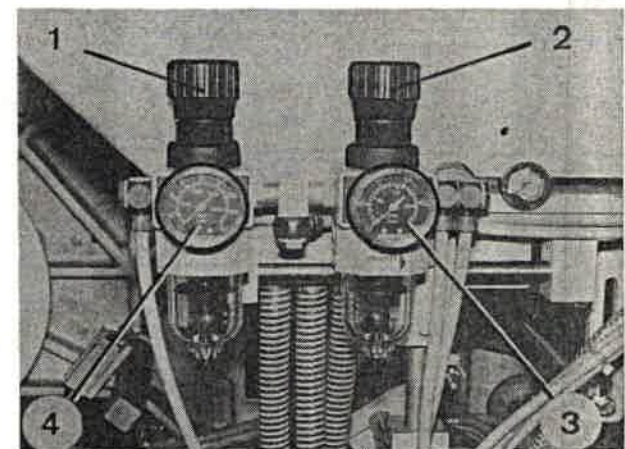

Bild 20
3. Nachdem die Druckluftleitung unter Druck gesetzt ist, durch Drehen der Handräder (Bild 20/1 + 2) am Manometer für Blasluft Hüllstempel (Bild 20/4) einen Druck zwischen 6 und 8 bar und am Manometer für Blasluft Stempelsauger sowie Druckstück Längsschneidemesser (Bild 20/3) einen Druck von 1,5 und 2,5 bar einstellen.